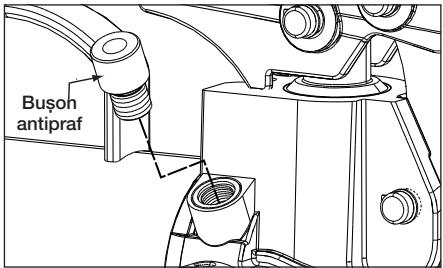

Figura 13, Valva de înaltă presiune (P-77, P-80, P-801 și P-84)
- La modelele P-77, P-80, P-801 și P-84, valva de înaltă presiune este amplasată pe partea laterală a capului pompei. Vedi figura 13.